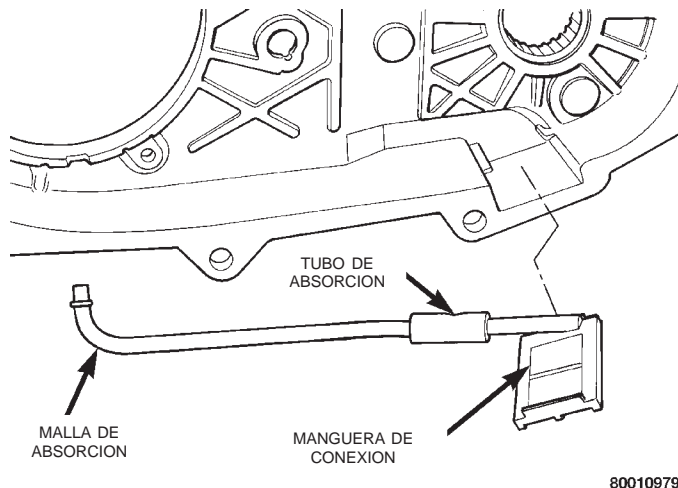

Fig. 20 Desmontaje del tubo de absorción de aceite
(5) Retire el tubo de absorción de aceite de la caja trasera (Fig. 20).